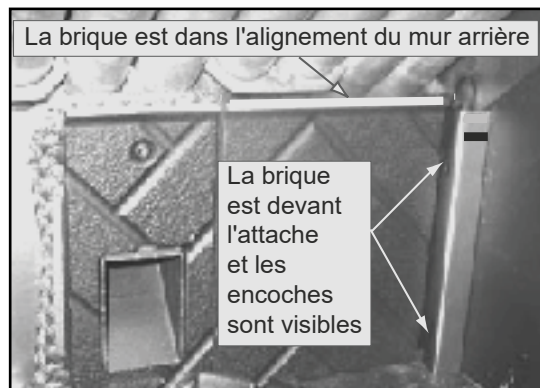
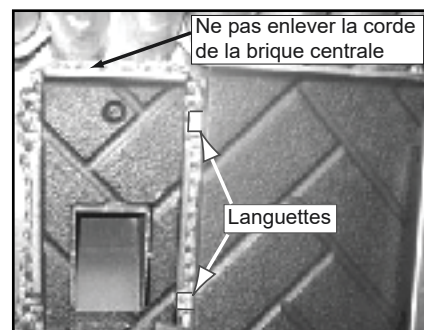

Figure 27.5
Figure 27.4
3. Réinstaller les briques dans l'ordre inverse veiller à ce que les briques sont alignés contre le mur arrière de la chambre de combustion (**Figure 27.4 et Figure 27.5**).